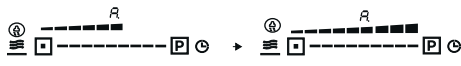

Abb. 50
Um die Auto-Mode-Funktion des Dunstabzugs zu aktivieren drücken Sie die Sensortaste (≡) links von der Ein und Aus Sensortaste (R) (Abb. 50).